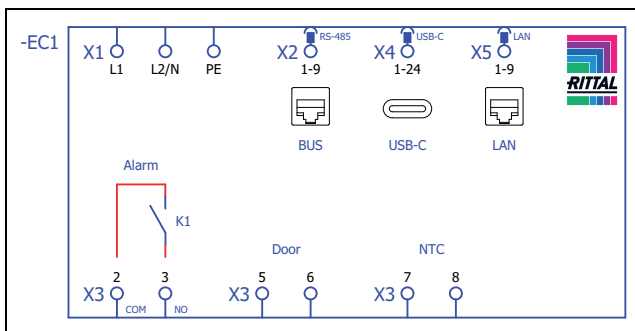
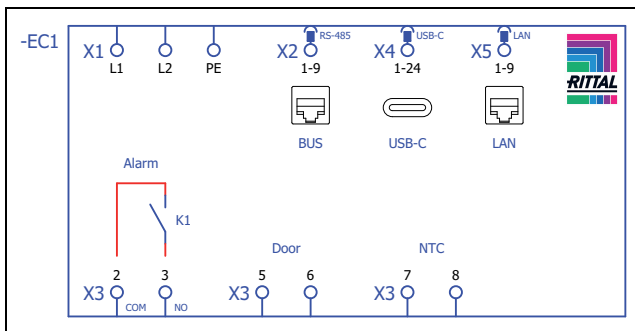

Abb. 45: Anschlusschema SK 317800, SK 317801, SK 317980, SK 317901, SK 318080, SK 318480
Abb. 46: Anschlusschema SK 318484
- Entnehmen Sie aus dem Versandbeutel den Netzstecker und stellen Sie gemäß der zugehörigen Anschlusskennzeichnung die Netzversorgung her (Abb. 45 bzw. Abb. 46).